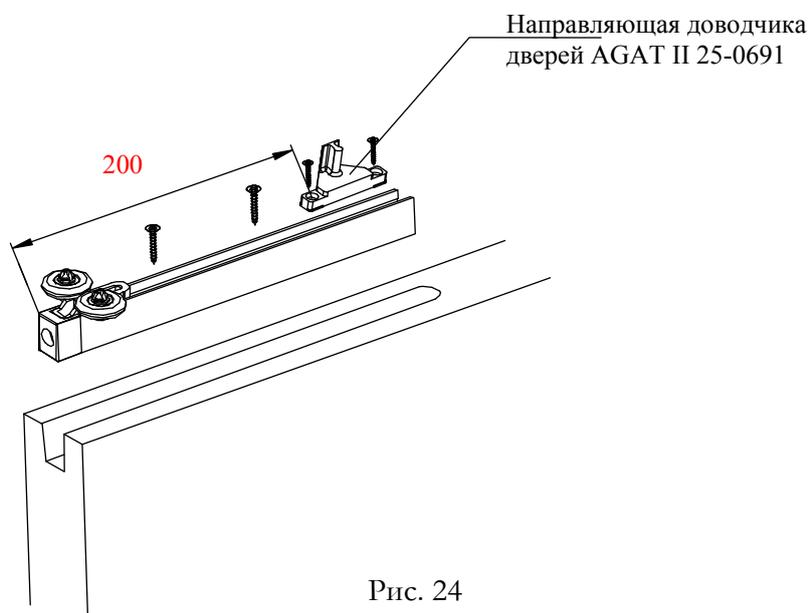

Рис. 24
После монтажа верхнего ролика следует прикрутить его вместе с направляющей доводчика AGAT II 25-0691 к предварительно подготовленным дверям (рис. 24)
2. Вер. 4 от 11.01.2016г., раздел 4, ст.17- изменился рисунок 24.